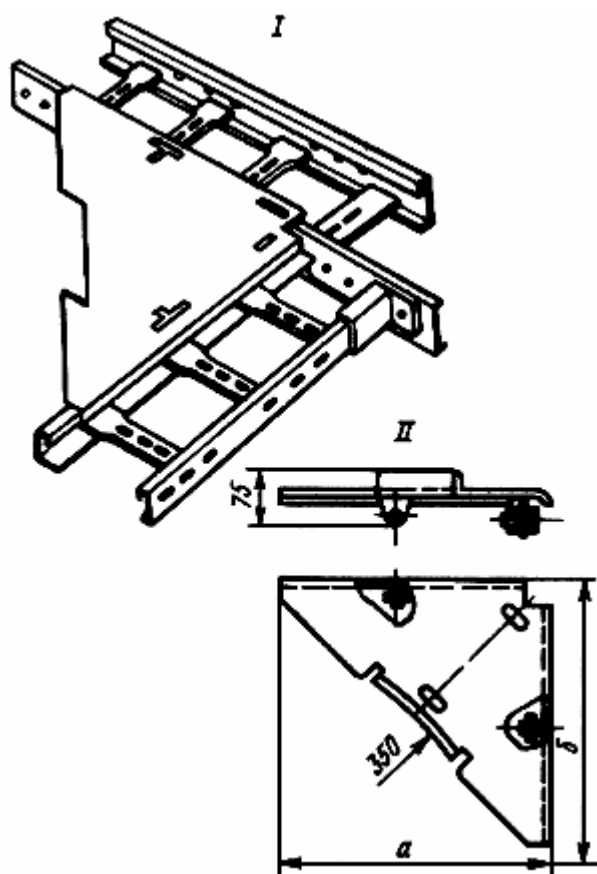

Рис.8
Для соединения на поворотах лотков магистрали (I) между собой под углом 90° используют их угловые секции НЛ-У45УЗ и НЛ-У95УЗ (II), размеры *а* и *б* которых должны быть 340 (для НЛ-У45УЗ) и 720 мм (для НЛ-У95УЗ) (рис.8).